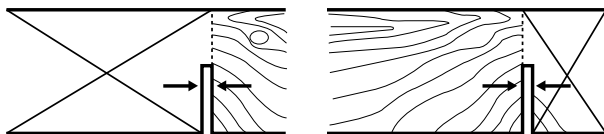

Fig. 8
2. Ta hensyn til sagkanten ved saging langs merkede linjer. Ikke sag direkte på linjen, men ved siden av den (fig. 8).